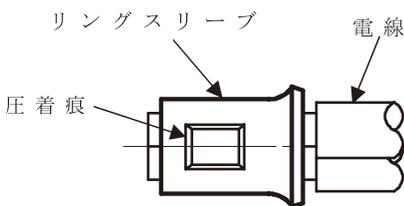

図1
- ・ 圧着接続      リングスリーブに電線を挿入し、専用工具を用いて圧着接続を行う。筒部の中央部を上下非対象のダイスで圧着を行う。(図1)